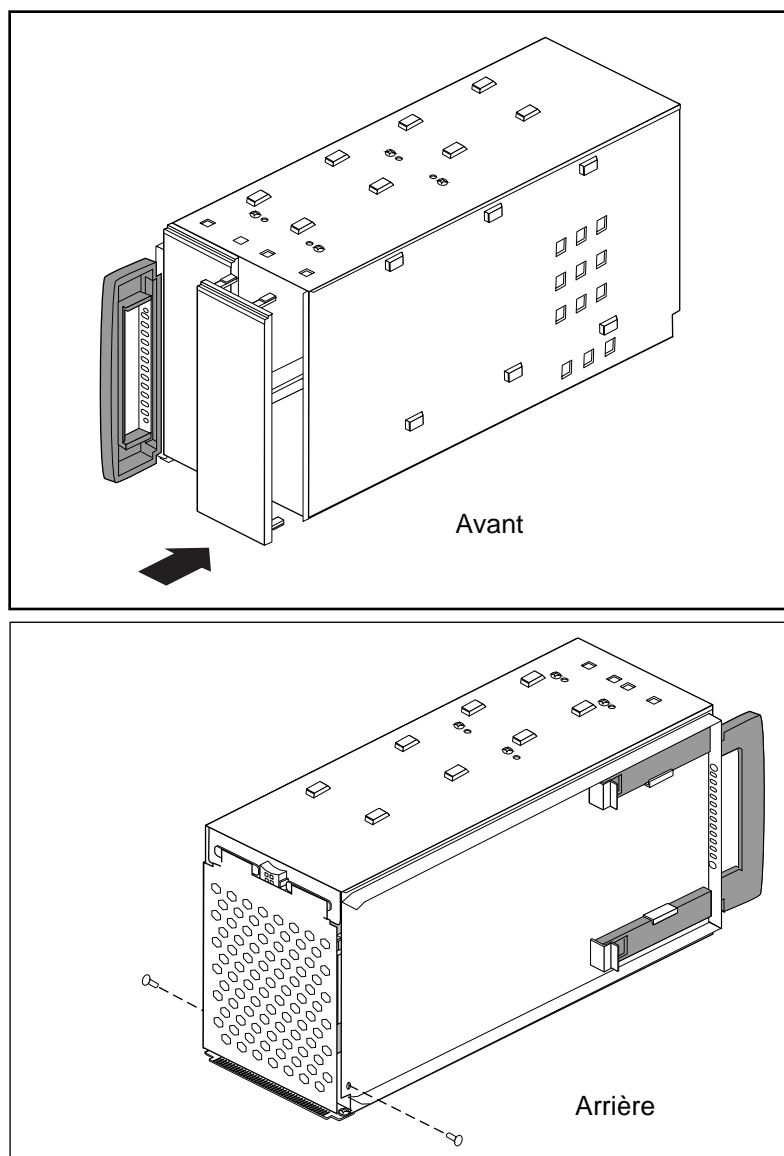

Figure 7-10 Remise en place de la plaque de protection avant et de la plaque d'accès arrière
5. Remettez en place les plaques de protection et d'accès sur le tiroir de périphérique (voir Figure 7-10).